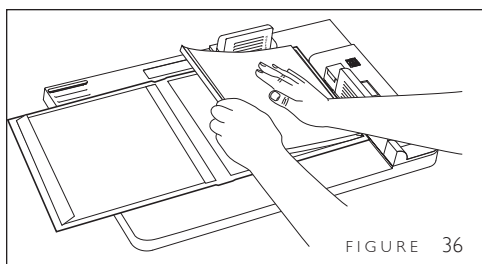

FIGURE 36
4. Mettre le bloc de feuillets reliés en place, à l'envers (*haut en bas et bas en haut*) contre les butées vertes transparentes du guide et appuyer sur le dos pour coller le bloc de feuillets sur la surface adhésive étroite (figure 36). La fenêtre du bloc de feuillets et celle de la couverture doivent être alignées exactement l'une sur l'autre.